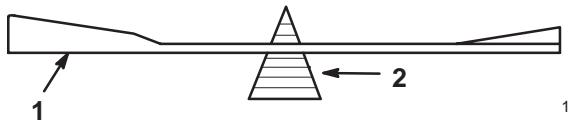

Figure 27
2. Vérifiez l'équilibre de la lame en la plaçant sur un équilibrage (Fig. 27). Si la lame reste horizontale, elle est équilibrée et peut être utilisée. Si la lame est déséquilibrée, limez un peu le dos de la lame. Vérifiez de nouveau et répétez la procédure jusqu'à ce que la lame soit équilibrée.